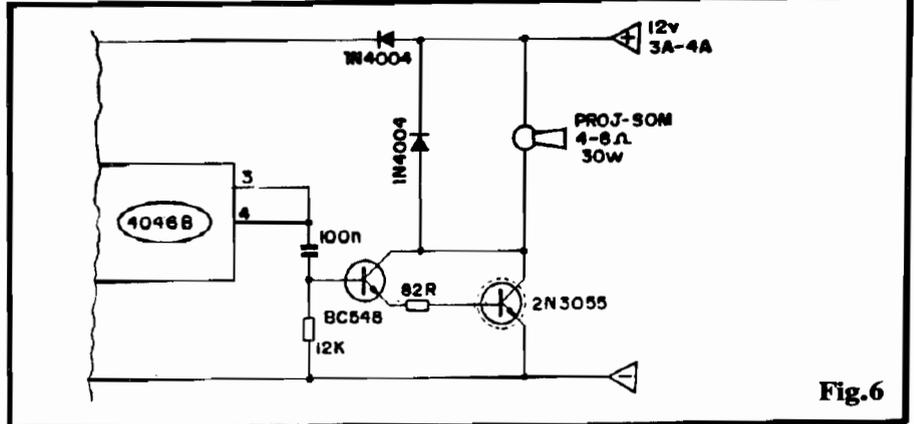

Fig.6
- FIG. 6 - ESTOURANDO A BOCA (OU A ORELHA...?) DO BALÃO... - O volume final do som emitido pela MSP2 é, obviamente, para audição "local", forte (se considerada a demanda energética da montagem...) porém limitado... Quem quiser usar o núcleo do circuito numa sirene realmente de Potência, poderá fazer as simples modificações sugeridas no diagrama: "desprezarse" o alto-falante mini original, e seu resistor "darlingtonado" ao BC548 (via resistor de 82R). Ao coletor do Darlington acopla-se, diretamente, um com projetor de som, dinâmico (magnético), com impedância entre 4 e 8 ohms (30W, no mínimo), protegendo-se simultaneamente o circuito e os transístores, pela inserção dos dois diodos 1N4004, conforme indicado... Com tal configuração, a Tensão geral de alimentação recomendada é 12V (sob uma disponibilidade de Corrente de 3 ou 4A, já que o estágio final "puxará" considerável energia, quando da emissão sonora...). Um excelente "berrador" para alarmes de segurança, poderão então ser
- FIG. 6 - "AGASALHANDO" & FIXANDO O SENSOR... - Dependendo diretamente de "onde" o sensor (NTC) vai trabalhar, diversos tipos de proteção ou fixação poderão ser necessários... A figura dá algumas sugestões, servindo de base ao raciocínio do montador/instalador... Na prática, contudo, Vocês terão que "se virar", in loco, pois cada caso é um